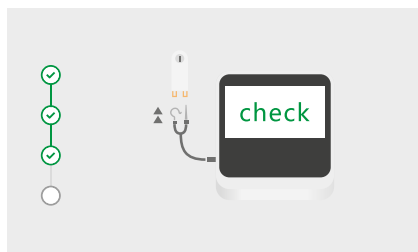

Рис. 35 Під'єднання тестера
- Під'єднайте затискач файла і загубник (або ще один затискач) до колодки із жабками на тестері, як показано на рис. 35.